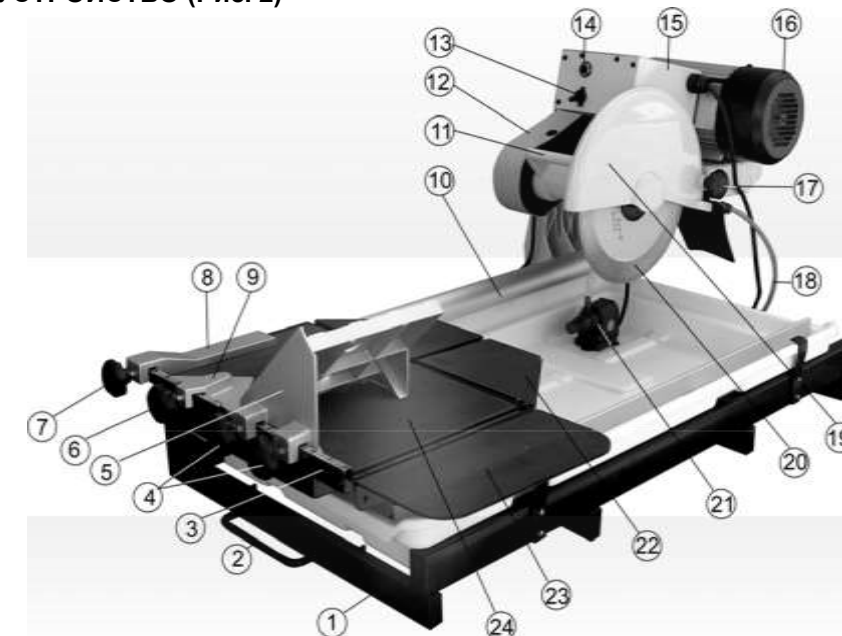

Рис.2.
11.3. Выполнение работы, Рис. 2
7. УСТРОЙСТВО (Рис. 2)
- 9.1. Установите и закрепите две ручки (2), Рис. 2.
- 9.5. В зависимости от предполагаемой операции и размеров заготовки, установите удлинители стола (22 и 23), Рис. 2.
- 9.6. В зависимости от предполагаемой операции, установите и винтами крепления (4,6 или 7) зафиксируйте наклонный стол (5), или угловой упор (9), или направляющий упор (8), Рис.2.
- 9.7. Подключите вилку питания (36) насоса (21) к розетке электроцита (15), шланг насоса вставьте в специальную ответную часть, как показано на Рис. 2,6.
- 9.8. Надежно закрепите насос (21) на корпусе поддона с помощью четырёх присосок, вмонтированных в корпус насоса (21). Насос (21), электропровод питания и шланг (18) не должны мешать перемещению рабочего стола (24), Рис.2.
11.1. Принцип работы (Рис. 2)
11.2. Подготовка к работе, Рис. 2